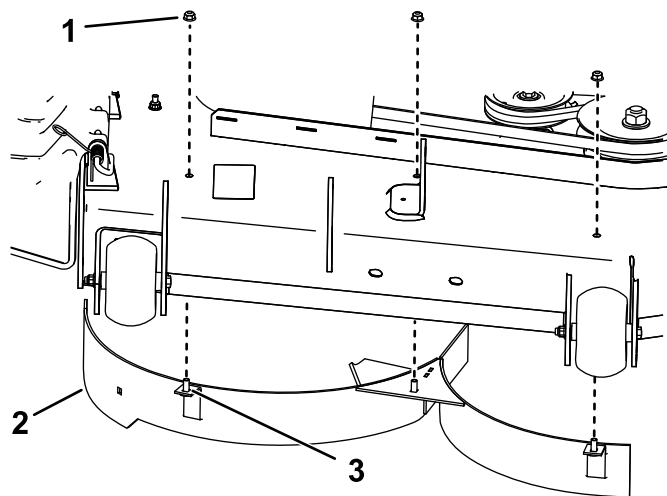
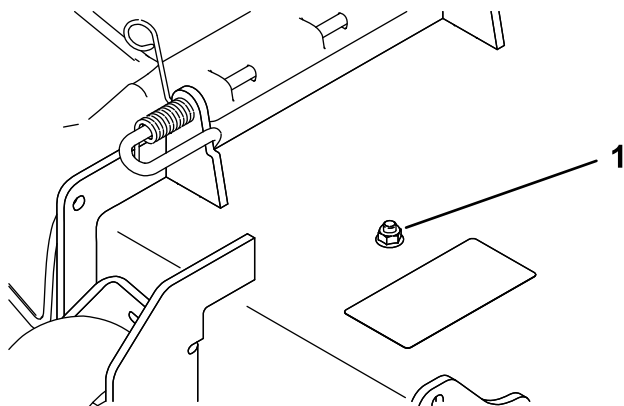

Bild 8
Bild 7
1. Retirez l'écrou et le boulon de l'emplacement indiqué à la Bild 7 ou la Bild 8.
2. Fixez le déflecteur droit à l'aide de 3 écrous (5/16"), comme montré à la Bild 8. Serrez les fixations à la main.